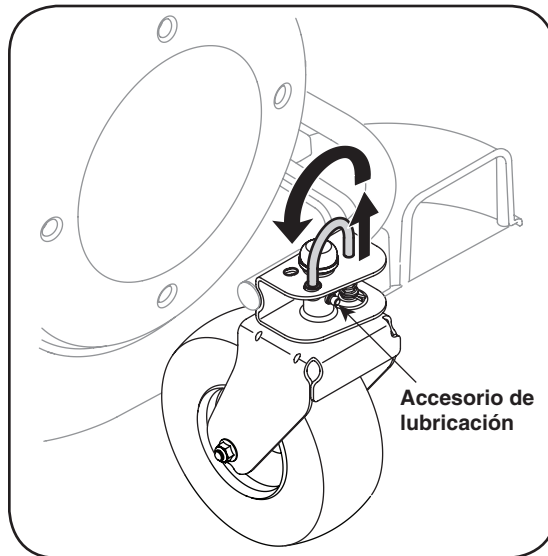

Figura 5-2
NOTA: Si la unidad viene equipada con la ruedita delantera, utilice el accesorio de engrase en cada lado de la rueda para lubricar la misma. También hay un accesorio de lubricación en la parte frontal del centro de la ruedita para lubricarla. Vea la Figura 5-2.
1. Eleve y coloque las clavijas de fijación en los orificios más grandes para trabar las ruedas. Coloque las clavijas en los orificios más pequeños para permitir que las ruedas giren libremente. Vea la Figura 5-2.